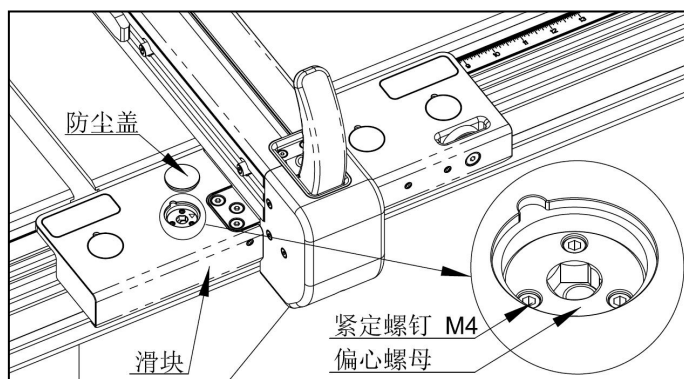

图 6-22
(5) 调整滑块与导轨的配合：滑块与导轨的配合在出厂前已经校准。如果您在使用过程中发现靠山组件移动不顺畅，或出现晃动，请按下面的方法调整：
- ① 如图 6-22，取下磁吸在滑块上的防尘盖。
- ② 松开偏心螺母上的 3 个紧定螺钉，用 8mm 六角扳手旋转偏心螺母，直至下方滚轮与导轨接触，锁紧偏心螺母上的 3 个紧定螺钉。
- ③ 依次调节好 4 个偏心螺母后，左右移动靠山组件。若移动顺畅且无晃动，则调整完毕，重新安装防尘盖。